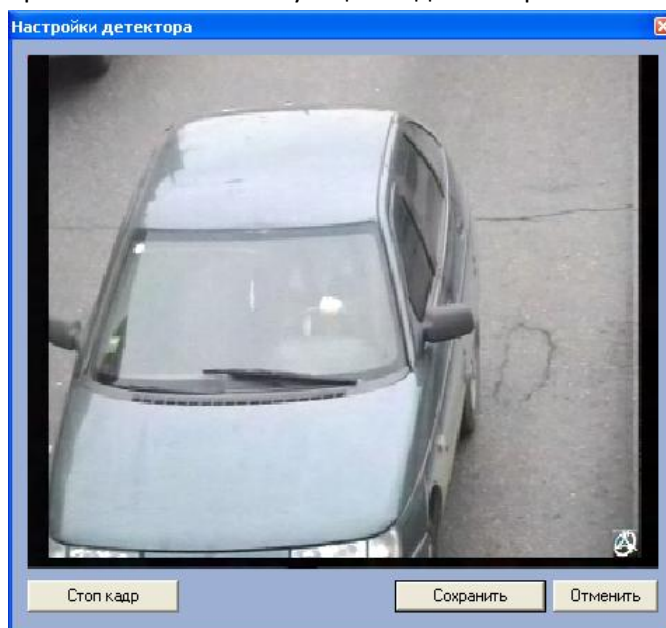

Рис. 7.2-26 Интерфейс настройки детектора (режим «Живое видео»)
- 4.1. Нажать кнопку «x» напротив параметров. Загрузится интерактивный интерфейс задание параметров зоны (см. Рис. 7.2-26), представляющий собой видеоизображение с соответствующей видеокамеры.
- 4.2. В нужный момент времени нажать кнопку «Стоп кадр», после чего выделить левой кнопкой мыши требуемую область зоны и нажать кнопку «Сохранить» (см. Рис. 7.2-26).